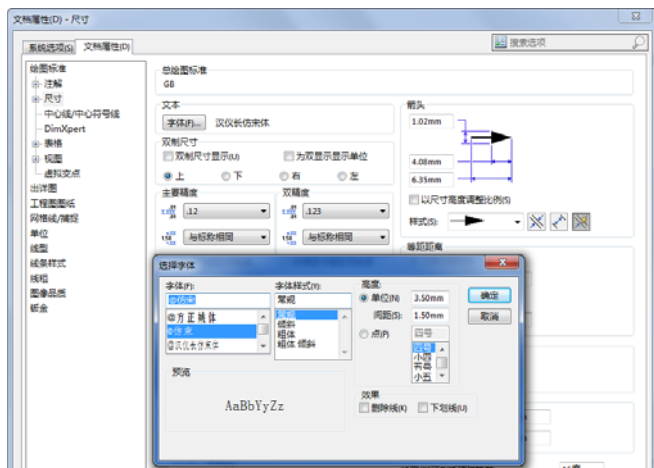

图 5-28 设置文字为“@仿宋”
(1) 打开要转换的 SolidWorks 工程图文件。
(2) 执行“工具”→“选项”菜单命令,系统打开“文档属性”选项卡,并设置工程图中的文字设置为“@仿宋”,如图 5-28 所示。